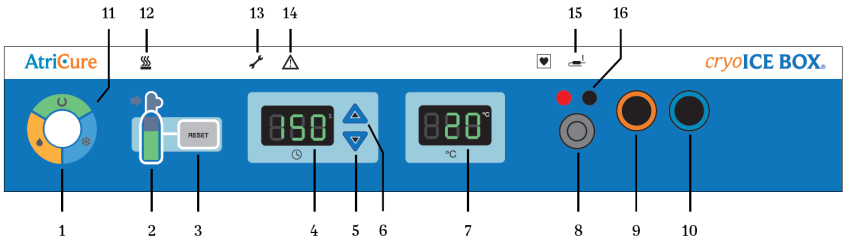

FIGURA 1: PAINEL FRONTAL DO ATRICURE CRYOICE BOX
As ilustrações do painel frontal (Figura 1: Painel frontal do AtriCure cryolCE BOX) e do painel traseiro (Figure 2) do cryolCE BOX são mostradas abaixo.
Precisão do visor de temperatura da sonda cryoICE (consulte a figura 1 item 7)